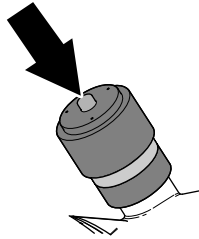

Figure 122
6. Si une bande rouge est visible dans l'indicateur de colmatage, appuyez sur le bouton de réinitialisation au bout de l'indicateur (Figure 122).